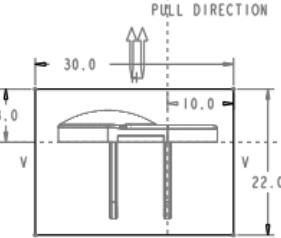

图 13.4 截面草图
(1) 选择命令。单击 **模具** 功能选项卡 **形状** ▾ 区域中的 拉伸 按钮。
(2) 创建实体拉伸特征。
① 选取拉伸类型。在出现的操控板中, 确认“实体”类型按钮 被按下。
② 定义草绘截面放置属性。在绘图区右击, 从系统弹出的快捷菜单中选择 **定义内部草绘...** 命令。然后选择 MOLD_FRONT 基准平面作为草绘平面, 草绘平面的参考平面为 MOLD_RIGHT 基准平面, 方位为 **右**, 单击 草绘 按钮, 系统至此进入截面草绘环境。
③ 进入截面草绘环境后, 选取 MAIN_PARTING_PLN 基准平面和 MOLD_RIGHT 基准平面为草绘参考, 然后绘制图 13.4 所示的截面草图; 完成特征截面的绘制后, 单击“草绘”操控板中的“确定”按钮 。